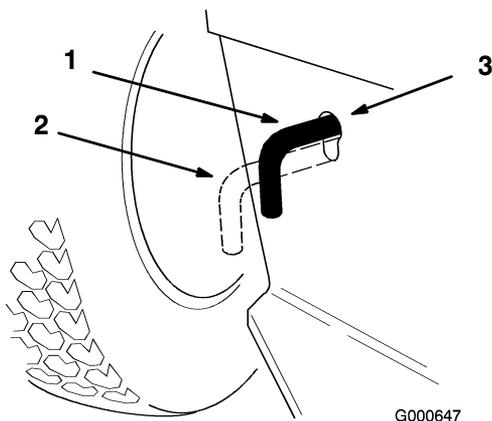

Figure 27
2. Poussez la tige de commande de transmission en position de poussée. Cela a pour effet de débrayer la transmission et de permettre aux roues de tourner librement (Figure 27).
Poussez la tige de commande de transmission en position de fonctionnement (Figure 27).